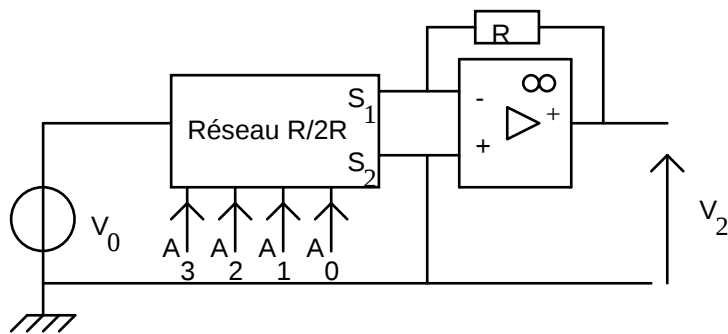

Figure 6.
B.2.6 Le réseau R/2R est connecté à un amplificateur opérationnel idéal (voir figure 6).